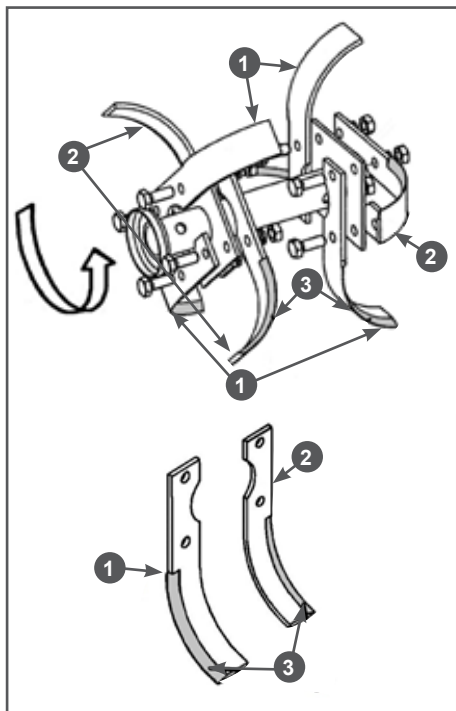

Рис. 7 Сборка правой фрезы
1. Установите ножи фрез на квадратные фланцы осей фрез. Для примера на Рис. 7 показана сборка правой фрезы. В первую очередь на фланец устанавливаются правые ножи 1 (имеющие изгиб в сторону от коробки передач - вправо), затем устанавливаются левые ножи 2 (имеющие изгиб к коробке передач - влево) (Рис. 7).
2. Закрепите ножи на фланце оси с помощью болтов и шайб с гайками (Рис. 7).
Ножи должны быть установлены так, чтобы лезвия 3 ножей врезались в землю при движении мотокультиватора вперед (Рис. 7).